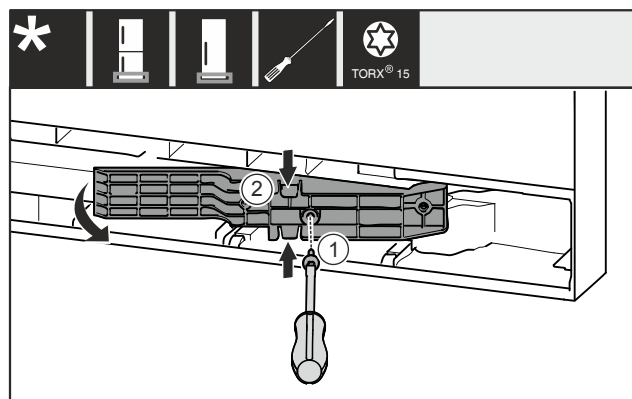

Fig. 21 *
- Odstraňte šroub Fig. 21 (1)*
- Adaptér Fig. 21 (2) nahoře a dole mírně stlačte k sobě a vytáhněte.*